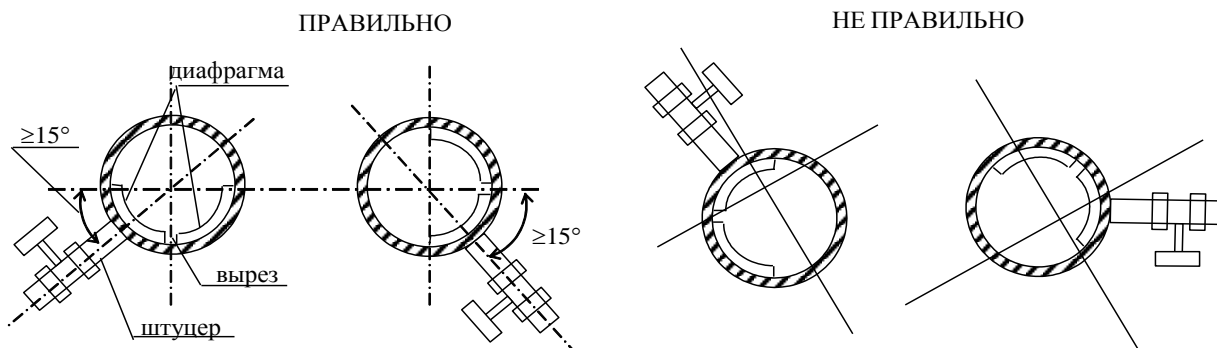

Рисунок 9 – Поперечное сечение переходника 7
- диафрагма, находящаяся внутри выходного переходника 7 (см. приложение И и рисунок 9), должна располагаться вырезом вниз или в сторону; штуцеры для подключения спиртомера должны быть направлены "вниз", причем угол отклонения от горизонтальной плоскости должен быть не менее 15° .